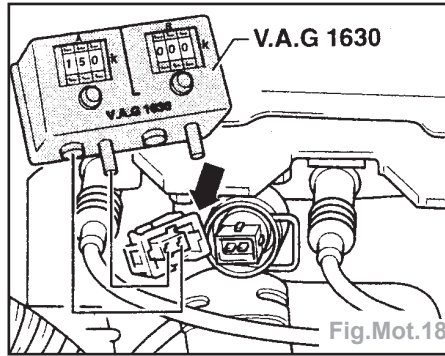

Fig.Mot.18
- Débrancher la fiche du transmetteur de température de liquide de refroidissement (flèche) (Fig.Mot.18).